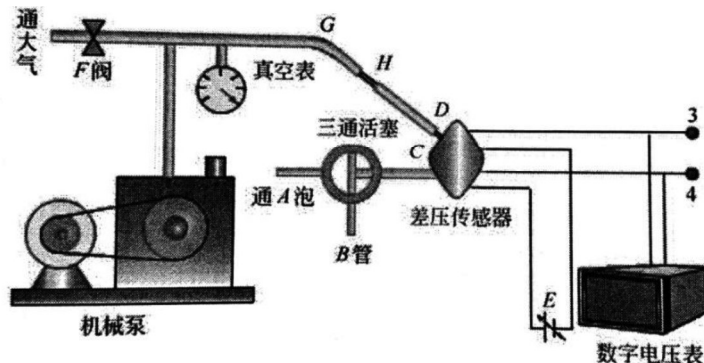

图2 差压传感器定标装置示意图
按图 2 接线，缓慢转动三通活塞使 C 口与 A 泡相通。记下室温时的 $U_t$ 和 $U_p$
(1) 仍按图 2 接线，缓慢转动三通活塞，使压差传感器的  $C$  口与  $B$  管相通